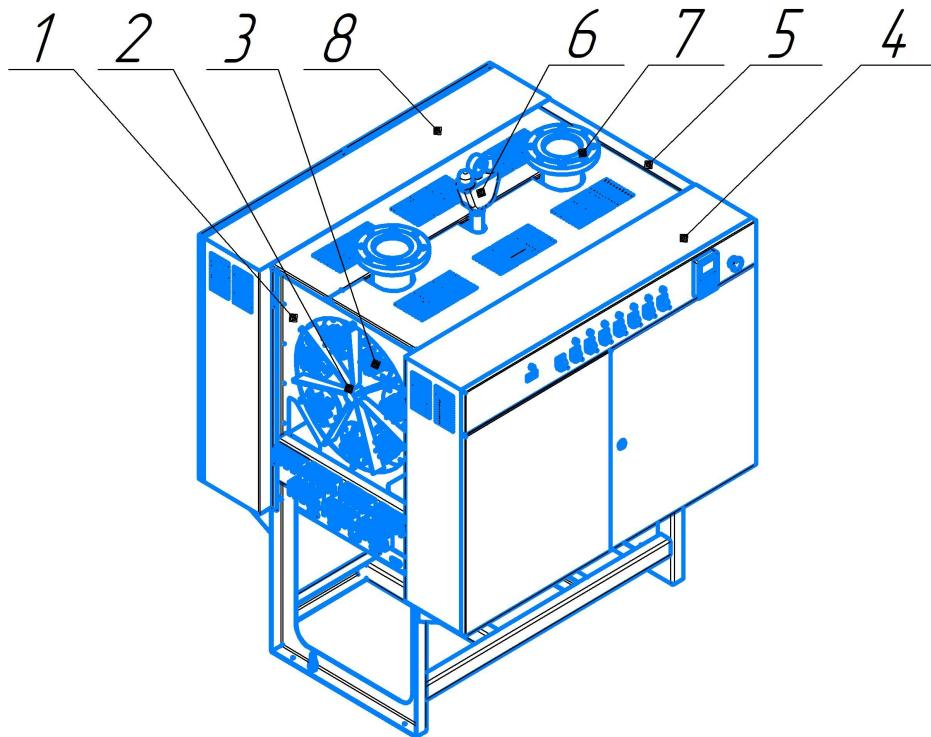
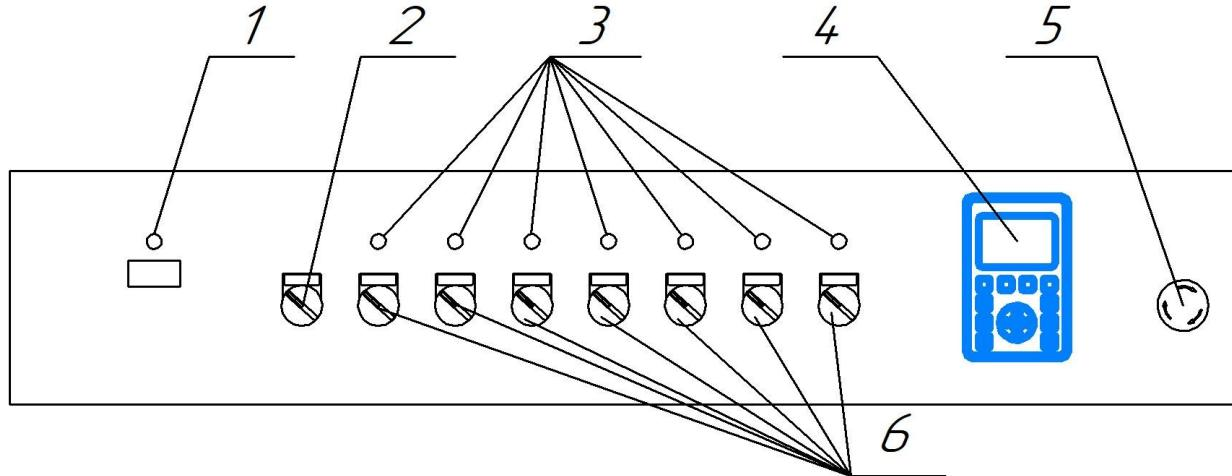
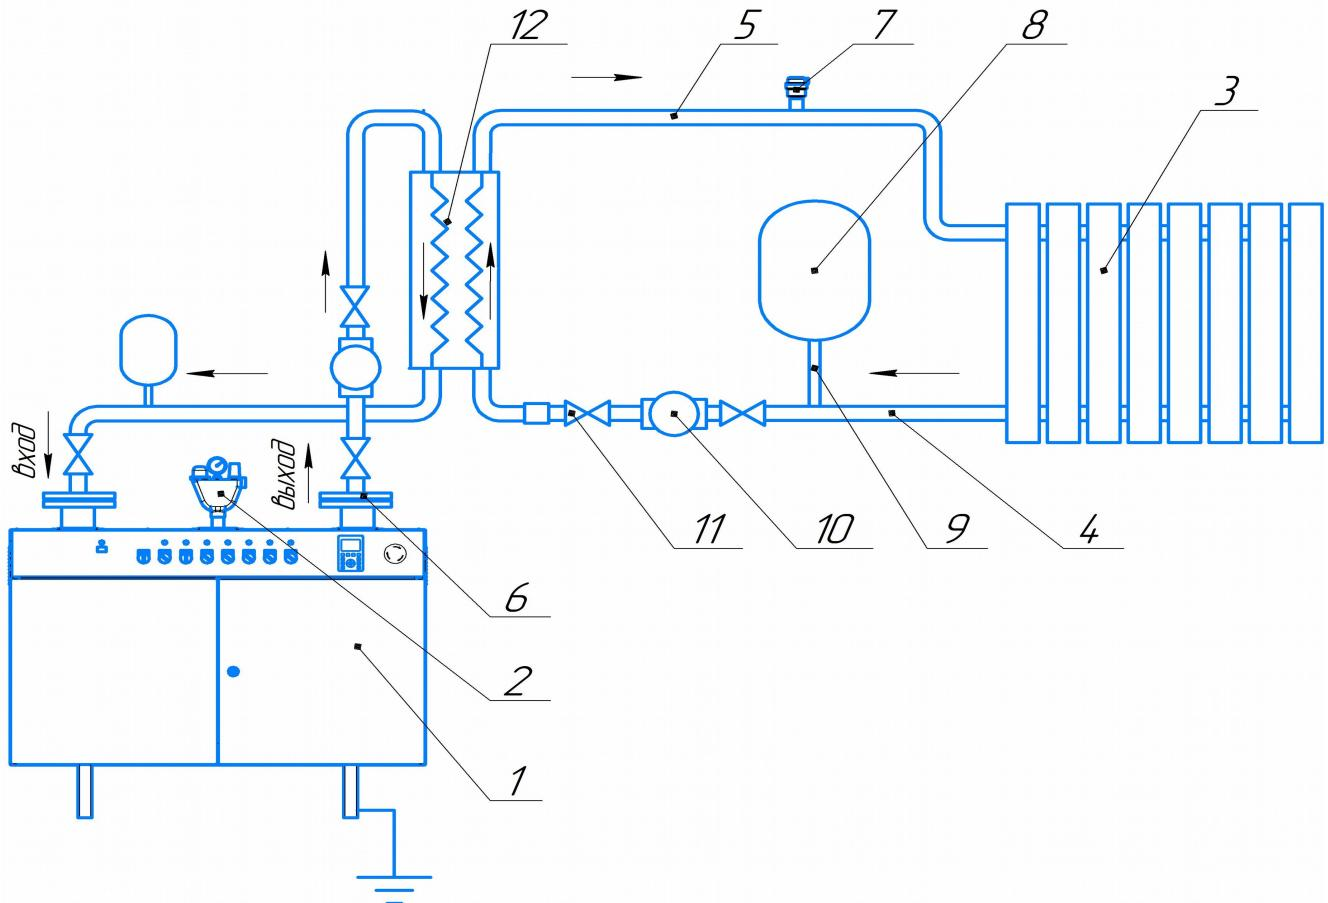

Рис. 1 Конструкция электроводонагревателя
Рис. 2 Панель управления
Рис. 4. Вариант использования ЭВН-К в системе отопления
Конструкция ЭВН-К и его элементы показаны на рис.1.
На панели управления (рис.2) шкафа 4 (рис.1) расположены следующие элементы (см. таб.2). В автоматическом и ручном режимах работы ЭВН-К обеспечивает автоматическое поддержание температуры теплоносителя, коммутируя питающее напряжение на нагревательных элементах через
силовые контакторы. Для экстренного выключения ЭВН-К необходимо нажать на аварийный выключатель 5 (рис.2). Для возврата его в исходное положение следует повернуть ручку по направлению стрелки (указана на ручке).
5.6 **Внимание!** Отвод воды и пара от группы безопасности 6 (рис.1) организовать в безопасное место.
5.7 Произведите подключение ЭВН-К-500 к системе отопления согласно схемы подключения представленной на рис.4.
Ручной режим предусмотрен на случай невозможности эксплуатации котла в автоматическим режиме работы и не является основным рабочим режимом. В ручном режиме ступени регулирования мощности электроводонагревателя (7 ступеней) включаются в работу с помощью переключателей 6 на панели управления (рис.2). Температура нагрева воды выставляется на капиллярном термостате установленном внутри пульта управления. При превышении температуры выше установленного значения из работы одновременно выводятся все включенные в данный момент ступени регулирования мощности. При понижении температуры ниже установленного значения в работу одновременно будут введены все включенные в данный момент ступени регулирования мощности. Защита от работы без воды в ручном режиме не осуществляется.
В автоматическом режиме подключение ступеней регулирования мощности происходит последовательно, с заданным интервалом времени. Температура нагрева воды выставляется на графической панели 4 (рис.2). При превышении температуры выше установленного значения “Туст.”, из работы последовательно выводятся включенные в данный момент ступени регулирования мощности, начиная с той, которая имеет наибольшую наработку времени. При понижении температуры ниже установленного значения “Туст.” на “Тгист.”, ступени регулирования мощности последовательно включаются в работу, начиная с той, которая имеет наименьшую наработку времени.
- включить нужное количество секций нагрева 6 (рис.2).
9.9 При возникновении аварийной ситуации для остановки работы ЭВН-К нажать кнопку аварийной остановки 5 (рис.2), при этом вводные автоматические выключатели установленные в электрическом шкафу отключат сетевое напряжение, и индикатор сети погаснет. После устранения причины аварийного отключения для повторного включения необходимо открыть электрический шкаф, перевести рукоятку вводного автоматического выключателя из среднего положения в крайнее нижнее “OFF”, а затем перевести в крайнее верхнее “ON”.
10.1 Монтаж отопительной системы производится согласно **СНиП РК 4.02-42-2006**. В качестве нагревательного прибора 3 (см. рис.4) рекомендуется использовать радиаторы. Подсоединение ЭВН-К к системе отопления осуществляется фланцами 6 (см. рис.1) с соответствующими уплотнителями.